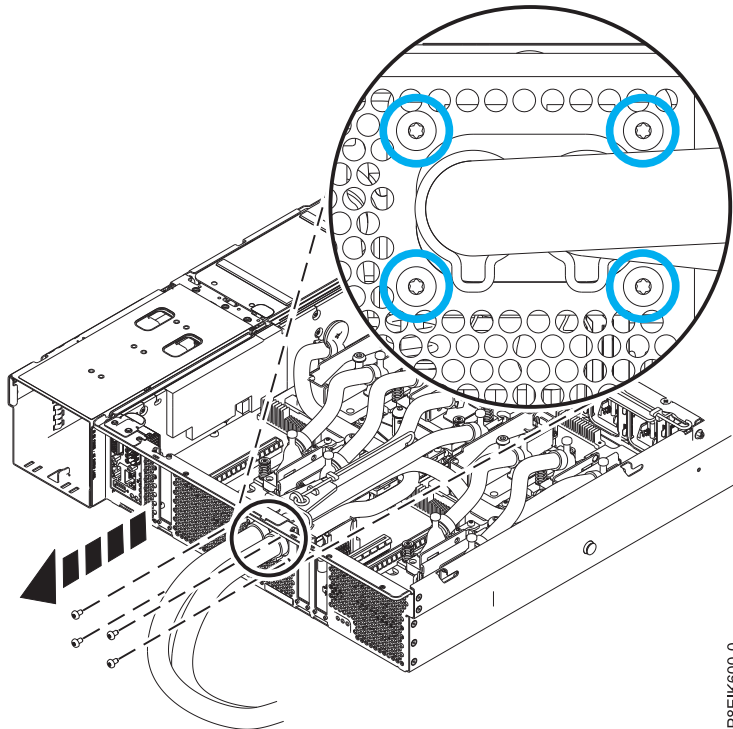

Figure 1. Retrait des vis de maintien des conduites d'eau à l'arrière
2. Retirez les quatre vis qui maintiennent les conduites d'eau à l'arrière du système (voir figure 1, à la page 4).